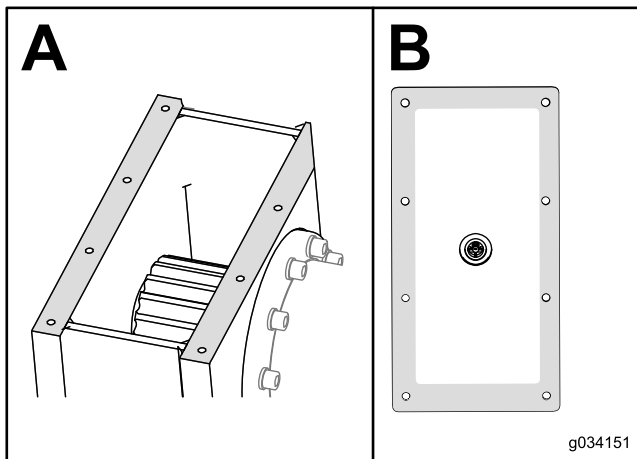

Figura 134
7. Remova o vedante da caixa de transmissão e da tampa (Figura 134).
8. Aplique uma nova camada de vedante automotivo RTV na borda da tampa (Caixa B de Figura 134).